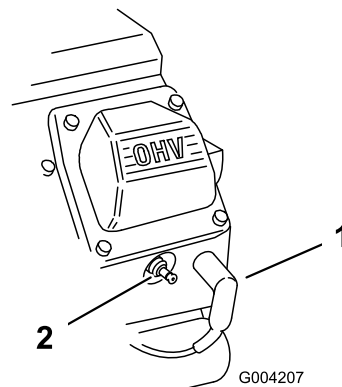

Figura 164
2. Staccate il cappello dalle candele (Figura 164).